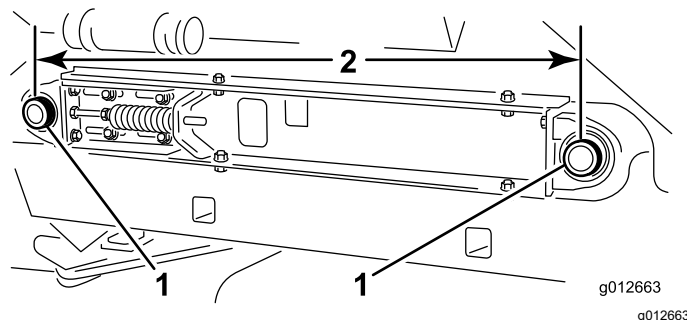

Figure 26
7. Mesurez l'entraxe des arbres des rouleaux de la bande de chaque côté de la machine pour vérifier qu'il est identique (Figure 26).